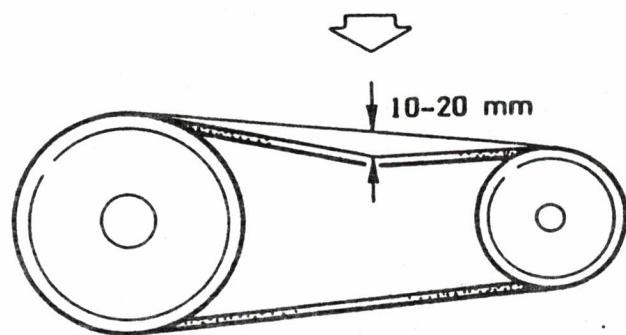

Bild 11 Keilriemenspannung, Drucklufterzeuger (EliMot)
Sie ist in Ordnung, wenn sich der Keilriemen in der Mitte zwischen den beiden Keilriemenscheiben 10 ... 20 mm durchdrücken lässt (Bild 11). Trifft dies nicht zu, den Keilriemen wie unter 3.2.1.3 beschrieben, nachspannen.
- Befestigungsmuttern (15/1) des Elektromotors lösen, Elektromotor durch Drehen des Vierkants (15/2) verschieben, bis Keilriemenspannung der Angabe in Bild 11 entspricht und Befestigungsmuttern wieder festschrauben.